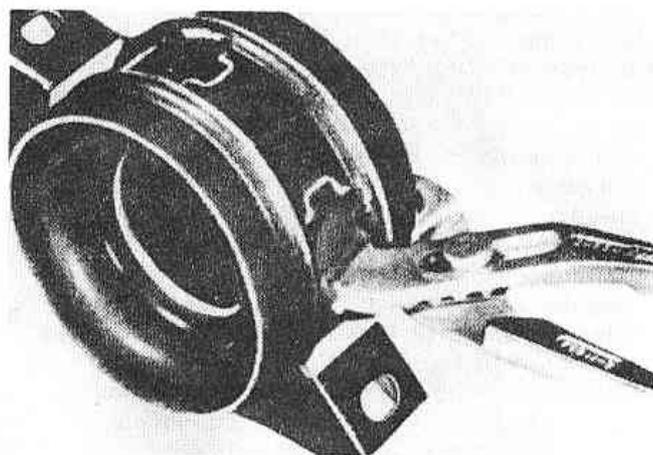

Рис.7.6. Загибание шести металлических язычков за буртик резиновой муфты (Разд.3)
9. При помощи щипцов или зубила загните металлические язычки на буртик резиновой муфты, как показано на Рис.7.6.